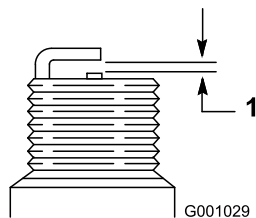

Figure 58
- Réglez l'écartement des électrodes de la nouvelle bougie à 0,76 mm (0,030") (Figure 58).